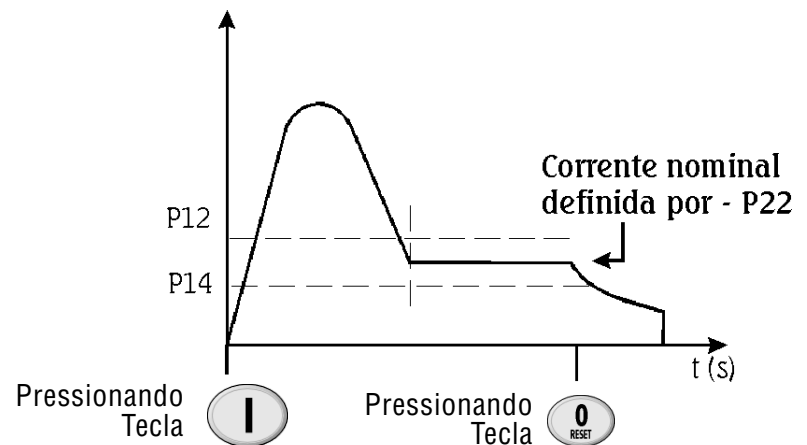

Figura 6.4 - Proteção Sub/sobrecorrente em regime
- ☑ Ajusta o nível de sobrecorrente instantânea que o motor ou Soft-Starter permite, durante um tempo pré-ajustado em P13, após o qual a chave desliga, indicando E06. Mostrado na figura 6.4.
- Ajusta o nível de subcorrente mínimo que o motor + carga pode operar sem problemas. Esta proteção atua quando a corrente da carga (figura 6.4) cai a um valor inferior ao ajustado em P14 ; e por um tempo igual ou superior ao ajustado em P15, indicando erro E05.